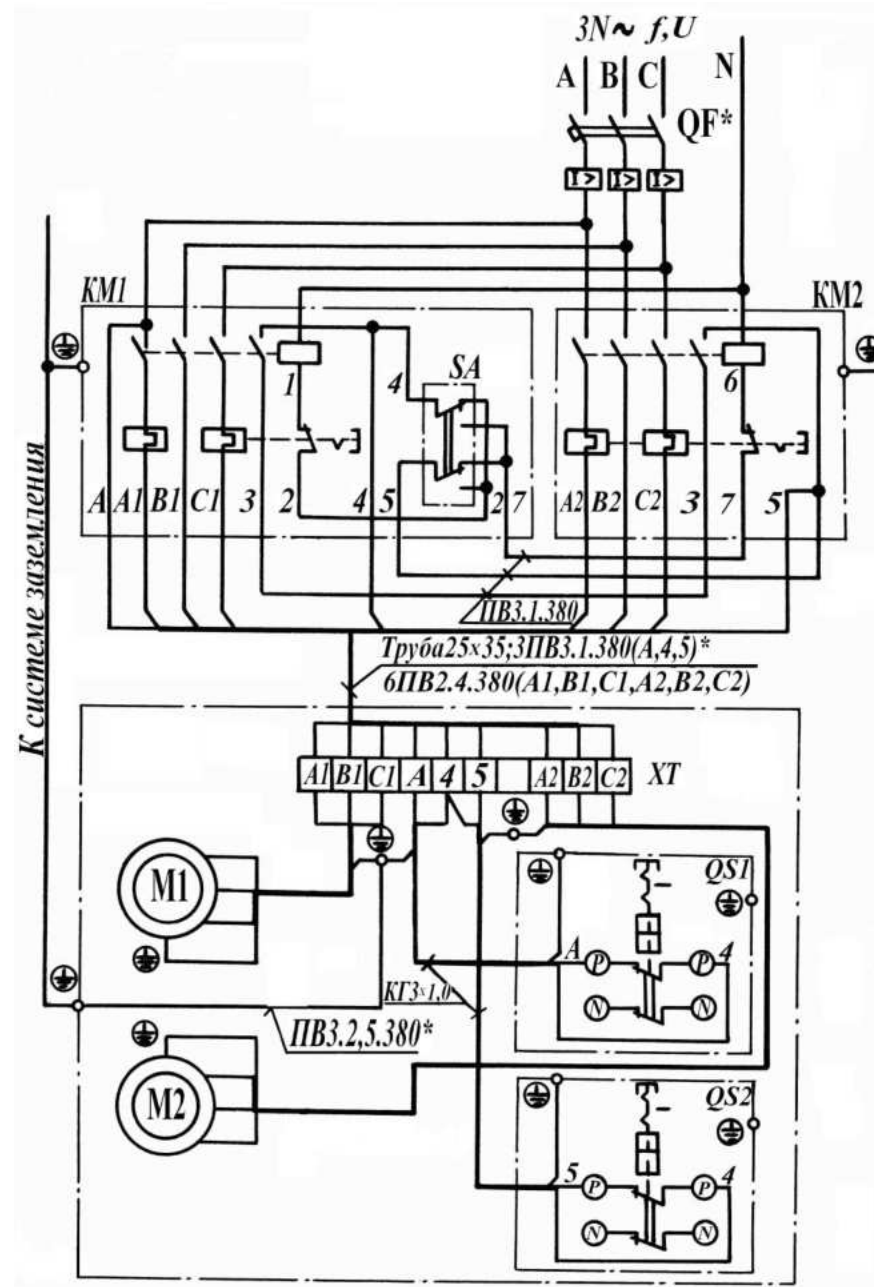

Рис.18 Схема электрическая принципиальная и соединений установки компрессорной, модель К3, К3-01
4.3.1 Установки выпускаются для подключения в трехфазную четырехпроводную сеть с напряжением 380В, 50Гц (рис.18...24).